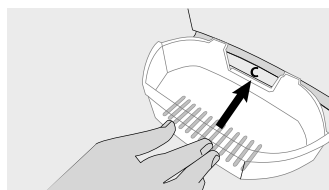

Figura 39
- Luego haga presión para introducir la guía de anclaje "C" en el canal inferior (Figura 39)